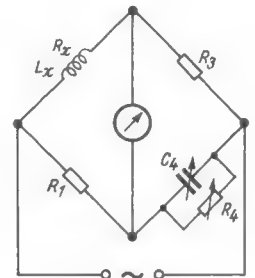

Bild 2. Maxwell-Wien-Brücke; C_4 dient zum Abgleichen von L_x
2. Maxwell-Wien-Brücke (Bild 2)
Wie Bild 2 zeigt, wird der Abgleich am besten mit den Elementen C_4 und R_4 vorgenommen. Ist dagegen C_4 fest, so kann mit R_1 und R_3 die Bedingung für L_x und mit R_4 die für R_x erfüllt werden. Diese Brücke eignet sich vornehmlich zur Bestimmung kleinerer Induktivitäten. Sie weist folgende Vorteile auf:
Bild 3. Induktivitätsbrücke nach Anderson. Durch die beiden zusätzlichen Glieder R_5 und C erhält man weitere Abgleichmöglichkeiten. Für $R_5 = 0$ erhält man die normale Maxwell-Wien-Brücke entsprechend Bild 2
Denkt man sich bei der Anderson-Brücke den im Nullzweig liegenden Widerstand verschwindend klein, dann liegt C praktisch parallel zu R_4 und man erhält eine normale Maxwell-Wien-Brücke entsprechend Bild 2.